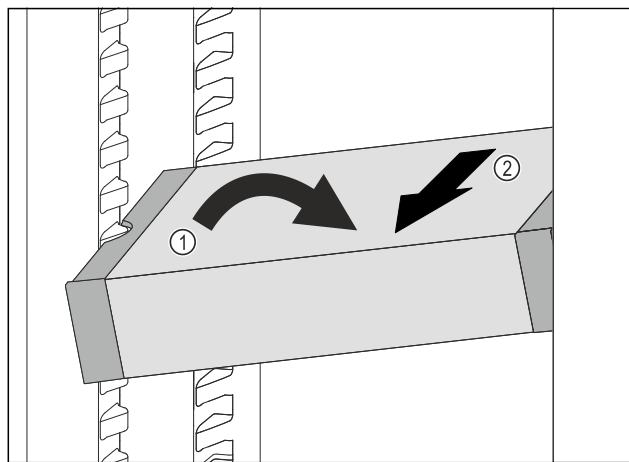

Fig. 119
- 在冷藏区中倾斜 VarioSafe。Fig. 119 (1)
- 向前取出 VarioSafe。Fig. 119 (2)